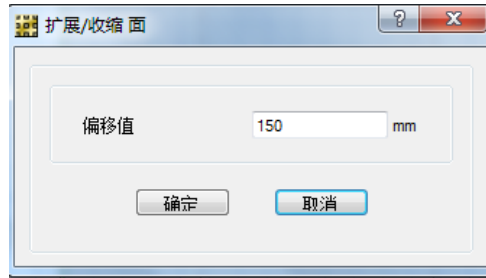

图 23 扩展/收缩面对话框
- M. 点击**编辑菜单>编辑面>扩展/收缩面**来显示扩展/收缩面对话框, 如图 23 所示。